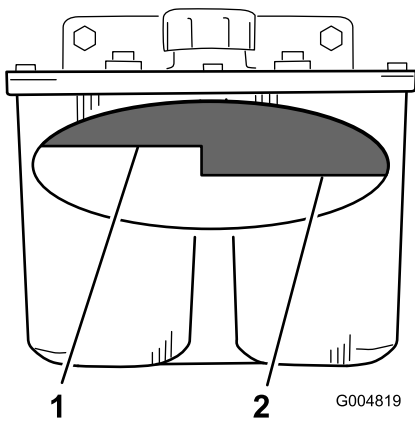

Figure 76
4. Nettoyez la surface autour du goulot de remplissage du réservoir hydraulique (Figure 76).
5. Enlevez le bouchon du goulot de remplissage. Vérifiez si le réservoir contient du liquide (Figure 76).
Remarque: Lorsque l'huile est chaude, le niveau de liquide doit atteindre le haut du repère « à chaud » sur le déflecteur (Figure 76).